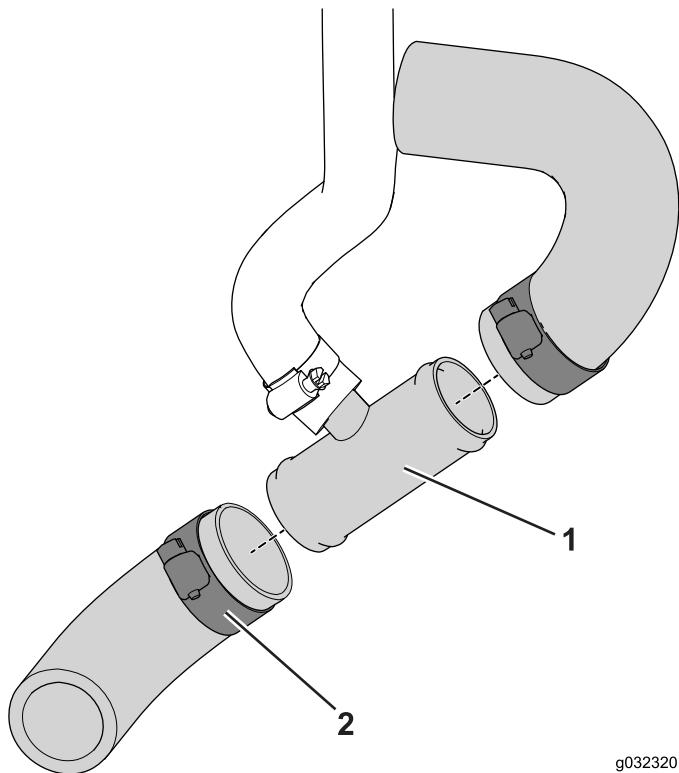

Figura 13
3. Coloque los extremos cortados en el acoplamiento en T y sujetelos con abrazaderas ($\frac{3}{4}$ " a $1\frac{1}{2}$ "), según se muestra en Figura 13.